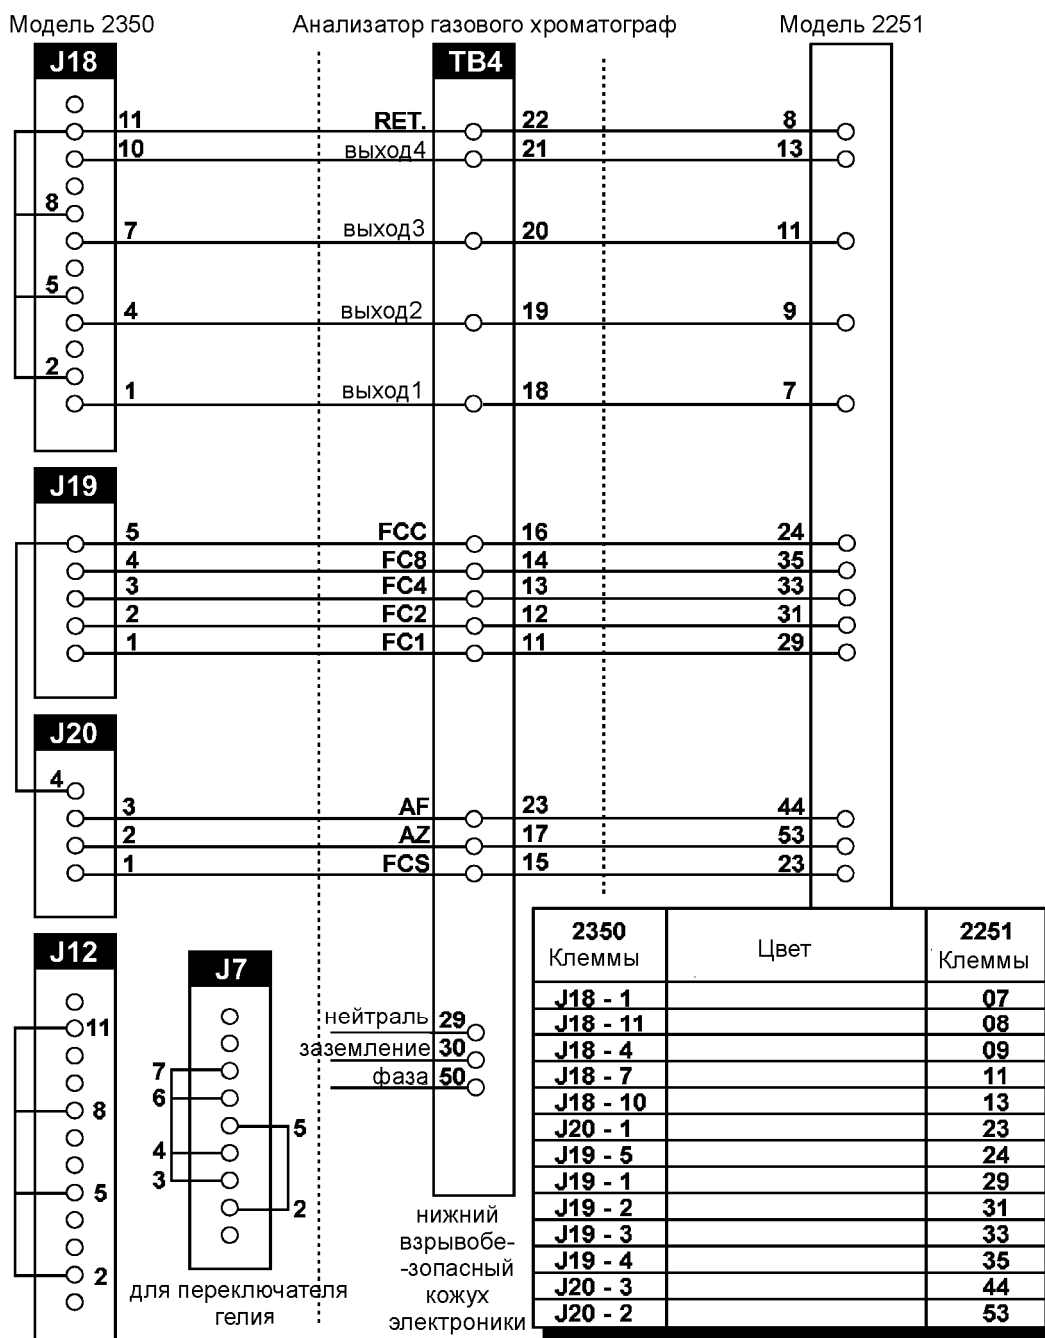

Рисунок F-1. Вспомогательная схема соединений при замене контроллера хроматографа модели 2251 на модель 2350
- (1) Найдите соединительный кабель, которым контроллер 2251 подключен к анализатору. Этот кабель состоит из нескольких пар проводов. Внимательно рассмотрите подключение этого кабеля к контроллеру 2251 и запишите контакт к которому подключен провод и цвет (цветовой код) провода:
- (а) Запишите цвет каждого провода, заполняя колонку **цвет (color)** в таблице на схеме подключения, которая приведена на следующей странице (рисунок F-1, "Вспомогательная схема соединений при замене контроллера хроматографа модели 2251 на модель 2350").